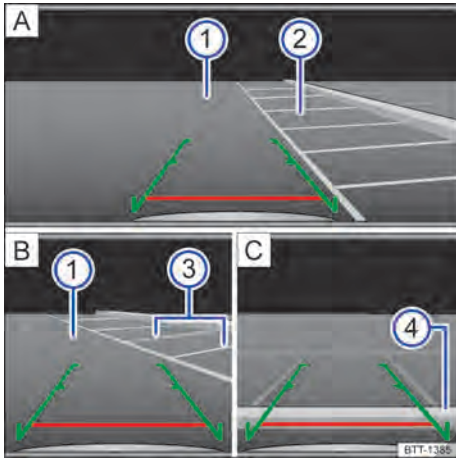

Fig. 101 Visualización del display del sistema de radar: estacionar con la cámara de marcha atrás.
Leyenda para → fig. 101:
- Colocar el vehículo delante de la plaza de estacionamiento → fig. 101 ② **A**.
- Conducir hacia atrás lentamente y maniobrar de modo que las guías verdes laterales conduzcan entre la líneas de delimitación de la plaza de estacionamiento seleccionado ② **A**.
- Alinear el vehículo en la plaza de estacionamiento seleccionada de modo que las guías verdes laterales queden sobre las líneas de límite lateral ③ **B**.
- Detener el vehículo cuando la línea roja alcance el límite trasero ④ **C**.